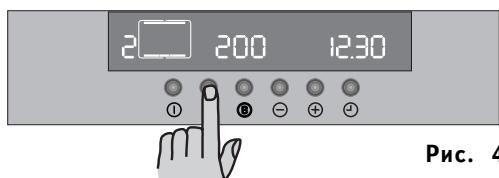

Рис. 4
- два раза нажмите клавишу и выберите режим “Традиционное приготовление пищи” (Рис. 4).